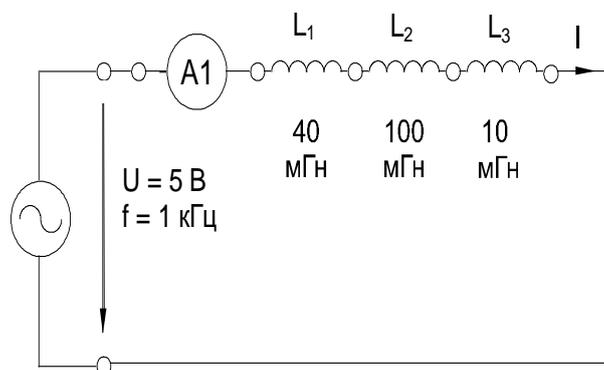

Рисунок 7.7 – Схема электрической цепи
- Соберите цепь согласно схеме (рис. 7.7) и подсоедините регулируемый источник синусоидального напряжения с параметрами $U = 5 \text{ В}$ и $f = 1 \text{ кГц}$.